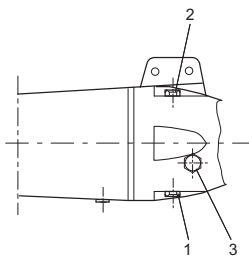

Рис. 45 Положение пробки сливного отверстия и маслосливного отверстия на SMG и SFG
2. Выкрутите пробку (поз. 2 на рис. 45).